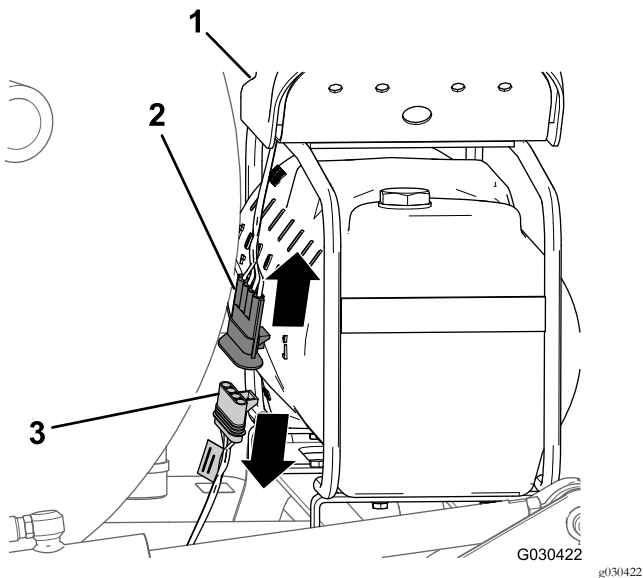

图6
1. 在泡沫标记水箱的背面找到压缩机上的线束 图6。
2. 从机器后线束的 4 插槽接头中断开压缩机线束的 4 针接头图6。